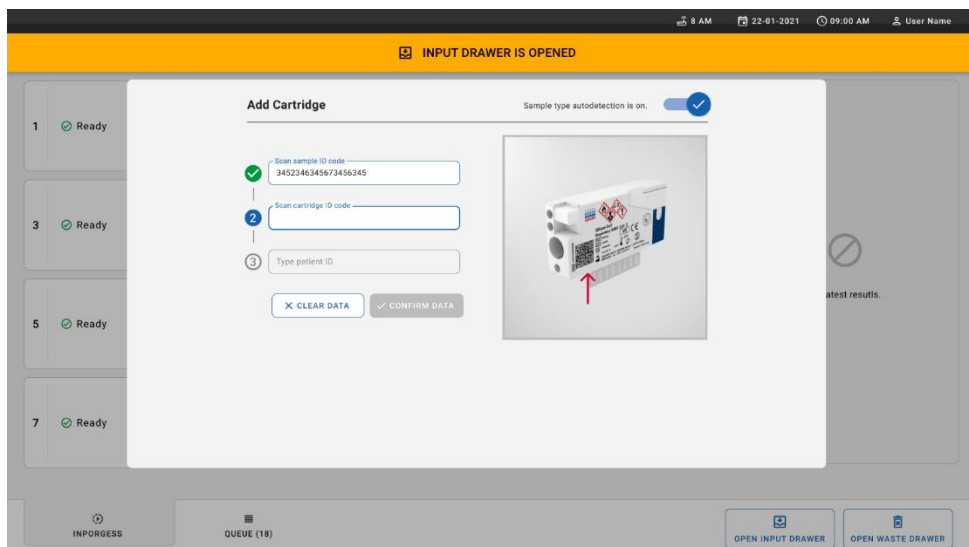
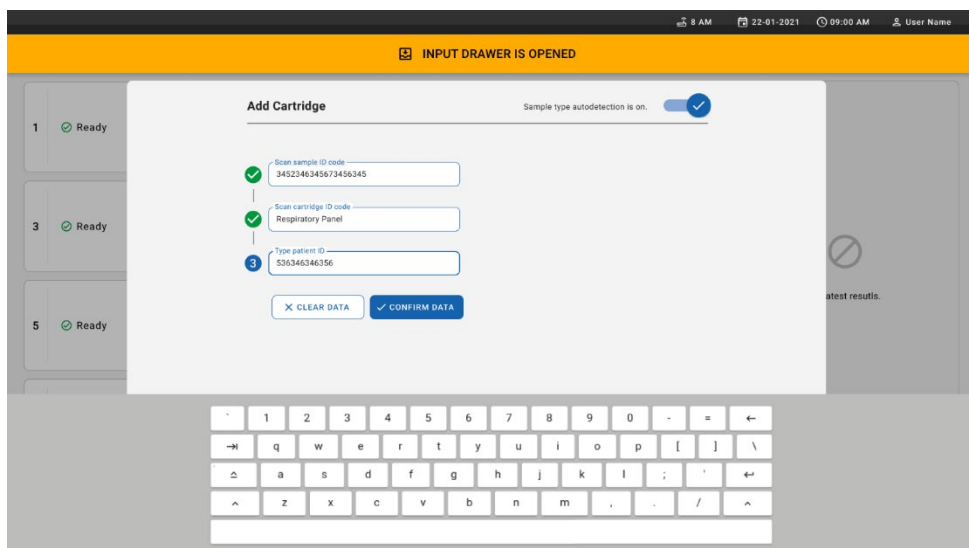

Figura 25. Introducerea ID-ului pacientului.
Figura 26. Introduceți ID-ul pacientului, apoi confirmați datele de pe ecran
10. Introduceți ID-ul pacientului (Patient ID (ID pacient) trebuie setat la **on** (activ)) (Figura 25), apoi confirmați datele (Figura 26).